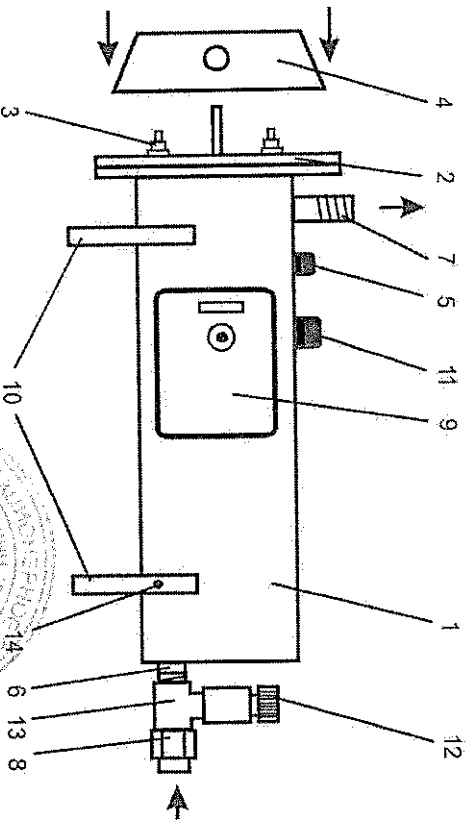

Рисунок 1.
4.1 Водонагреватели ЭПВН-7,5; -9,45; -12; -15; -18; -21; -24; -30 (рис.1) состоят из следующих основных частей: корпуса (1) с входным (6) и выходным (7) патрубками $S_{\frac{1}{2}}$; секции, состоящей из крышки (2), с одним (ЭПВН 7,5) или тремя (ЭПВН-9,45;-12;-15;-18;-24;-30-1) трубочатыми электронагревателями (ТЭН) (3) из нержавеющей стали; датчика терморегулятора (5); аварийного термовыключателя (11). Выводы ТЭНов закрыты защитным кожухом (4).